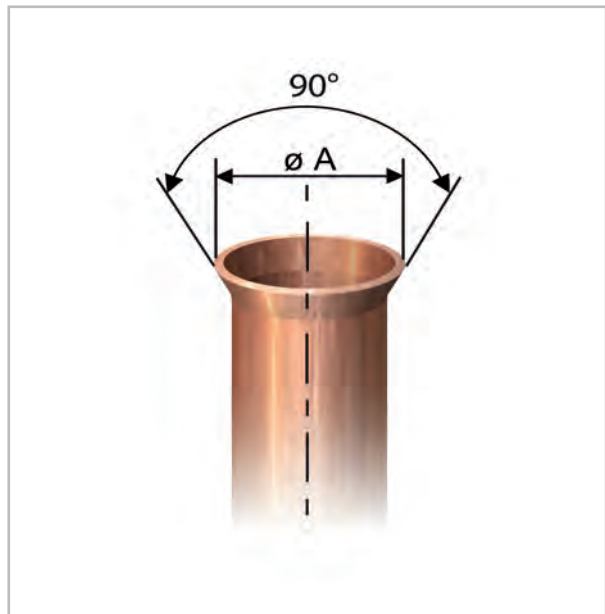

Abb. 36: Korrekte Bördelform
9. ➤ Überprüfen Sie, ob der Bördel eine korrekte Form aufweist (Abb. 36).